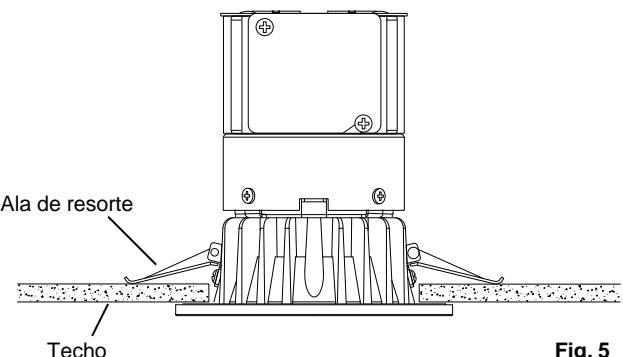

Fig. 5
9. Continuar insertando la lámpara empotrable en el agujero, sin dejar de apretar las alas de resorte. Cuando las alas alcanzan el borde del agujero, liberarlas y empuje la lámpara empotrable hacia arriba hasta que ambas alas voltear hacia abajo sobre la superficie del techo. (Fig. 5)